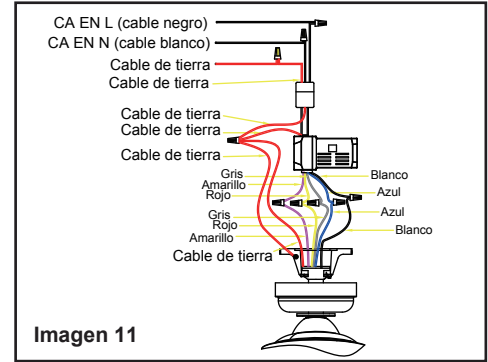

Imagen 11
- (Imagen 11) Conexiones eléctricas del motor al receptor: Conecte el cable gris del ventilador al cable gris del receptor. Conecte el cable rojo del ventilador al cable rojo del receptor. Conecte el cable amarillo del ventilador al cable amarillo del receptor. Conecta el cable azul del ventilador al cable azul del receptor. Conecte el cable blanco del ventilador al cable blanco del receptor. Asegure las conexiones de los cables con las tuercas de conexión de cable de plástico suministradas.
3. (Imagen 11) Conexiones eléctricas del receptor a los cables de alimentación doméstica:: Conectar el cable negro (caliente) del techo al cable negro marcado "AC en L" del receptor. Conecta el cable blanco (neutro) proveniente del techo al cable blanco marcado "AC en N" del receptor. Asegure las conexiones de los cables con las tuercas de conexión de cable de plástico suministradas.
4. (imagen 11) Si su caja de distribución tiene un cable de tierra (verde o de cobre desnudo) conéctelo a los cables de tierra del ventilador; de lo contrario, conecte el cable de tierra del soporte colgante al soporte de montaje. Asegure la conexión de los cables con una tuerca de plástico proporcionada - Después de conectar los cables sepárelos para que los cables verde y blanco estén en un lado de la caja eléctrica y los cables negro y azul estén en el otro lado. Meta con cuidado las conexiones de los cables en la caja eléctrica.